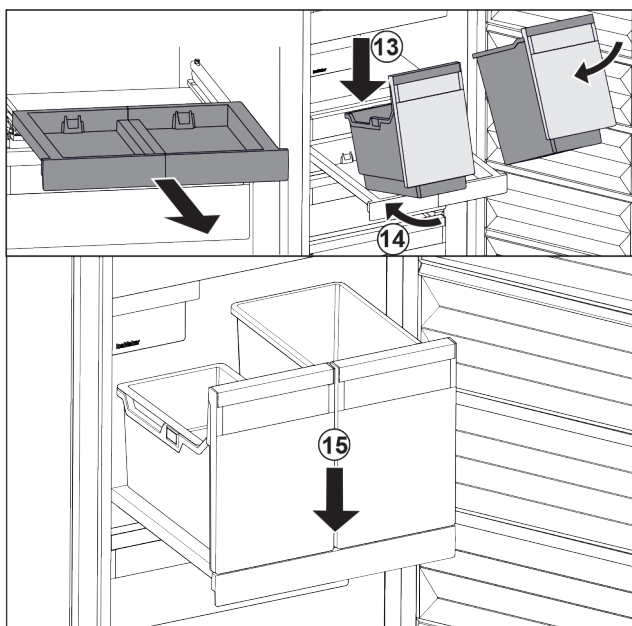

Fig. 47
- ▶ Nasadte nádobu šikmo na vysouvací desku. Fig. 47 (13)
- ▶ Zasuňte nádobu šikmo dozadu. Fig. 47 (14)
- ▶ Usadte vpředu nádobu. Fig. 47 (15)